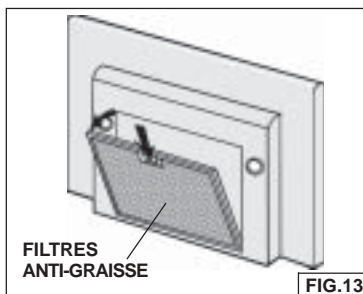

FIG.13
1. Pour retirer le filtre à GRAISSE, attrapez la languette du taquet et abaissez-la afin de dégager le filtre de la hotte. Inclinez le filtre vers le bas et retirez-le (fig. 13).